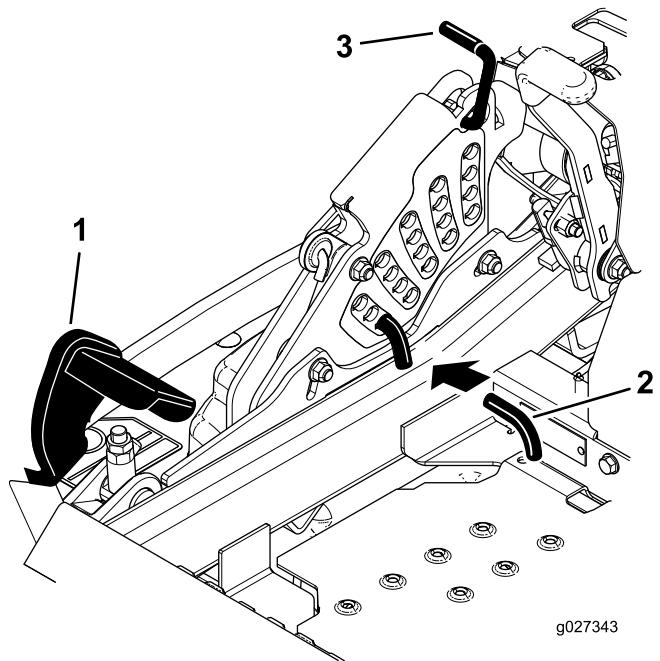

Figura 28
2. Pise el pedal de elevación de la carcasa y eleve la carcasa a la posición de transporte (que es también la posición de altura de corte de 140 mm [5½"]) como se muestra en Figura 28.
3. Para ajustar la altura de corte, gire el pasador 90 grados y retire el pasador del soporte de altura de corte (Figura 28).
4. Seleccione el orificio del soporte de altura de corte que corresponde a la altura de corte deseada, e inserte el pasador (Figura 28).